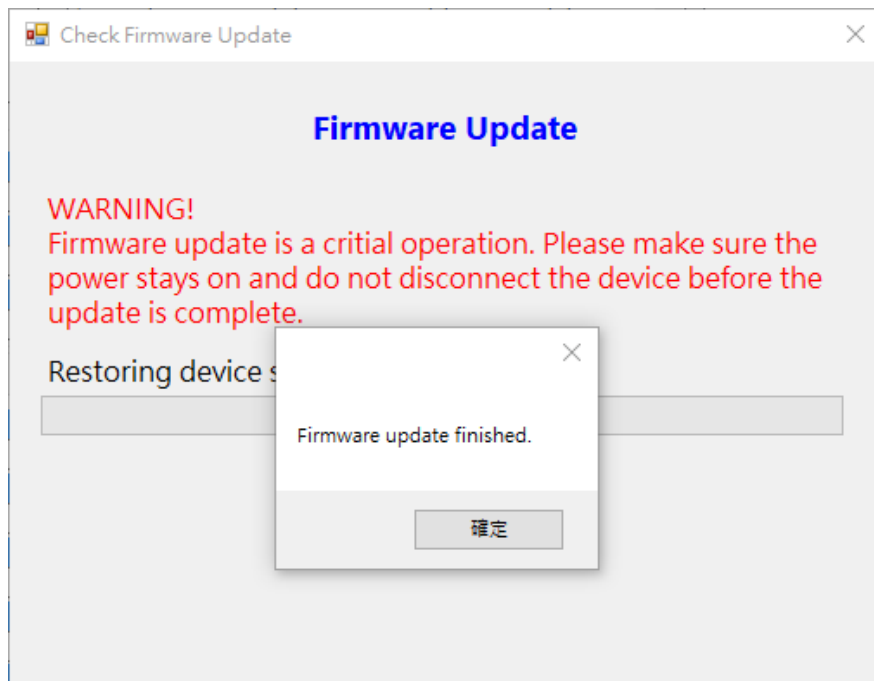

Figura 6-7
- 7 Cuando la actualización del software está en curso, **NO** retire el cable USB hasta que se complete la actualización del software. Consulte la Figura 6-7.